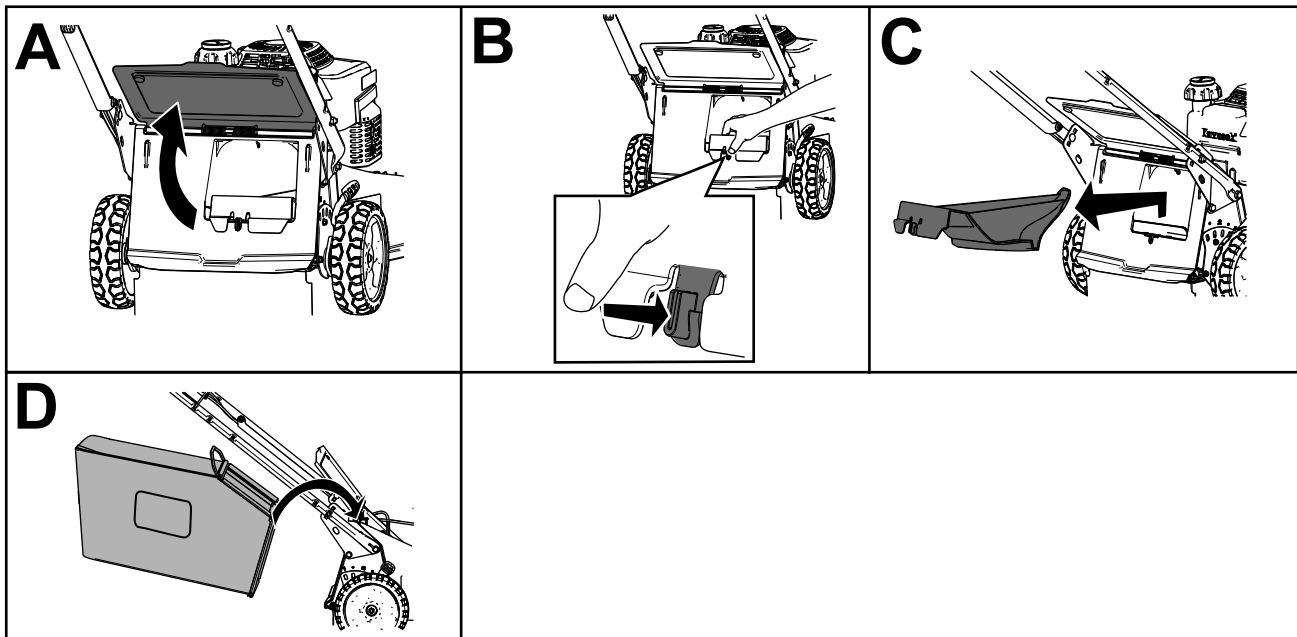

Figura 18
2. Levante y sujete el deflector trasero (Figura 18, A).
3. Retire el tapón de descarga trasera presionando el enganche hacia dentro con el dedo pulgar y extrayendo el tapón de la máquina (Figura 18, B y C).
4. Inserte los extremos de la varilla de la bolsa en las muescas de la base del manillar, y mueva la bolsa hacia adelante y hacia atrás para verificar que los extremos de la varilla están asentados en el fondo de cada muesca (Figura 18, D).